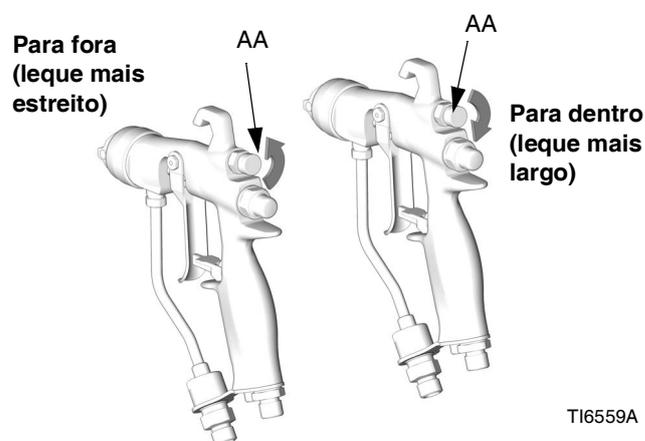

FIG. 6. Botão do Leque de Ar
- Consulte a FIG. 6. Feche o ar de regulação do leque, rodando o botão (AA) totalmente no sentido dos ponteiros do relógio (para dentro). Deste modo a pistola é regulada para o leque mais amplo.